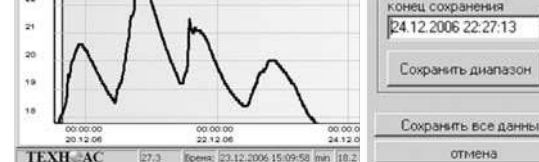

Рис.18
-Изменить значения диапазона в диалоговом окне (рис.18).